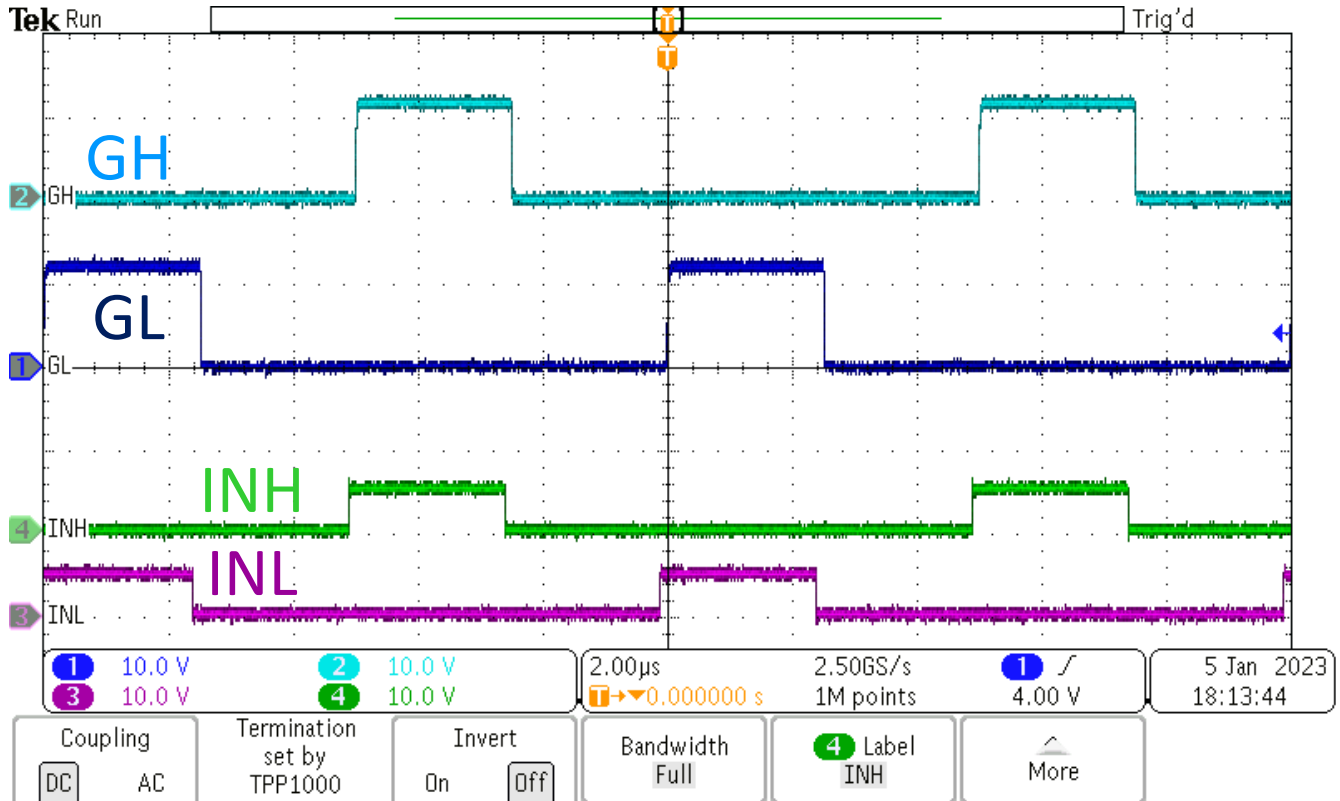

图 5-1. 示例输入和输出波形（绿色和洋红色是 PWM 输入，蓝色和深蓝色是驱动器输出）
- a. 示波器中通道 1 和通道 2 上具有稳定脉冲输出（请参阅图 5-1）。